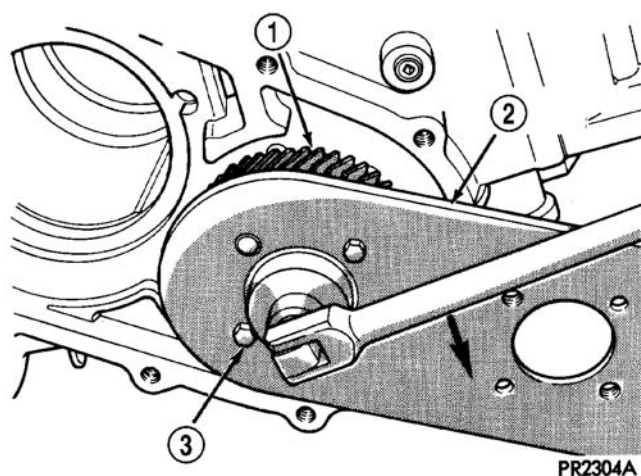

图 260 紧固输出轴固定螺母
(9) 将固定螺母拧紧至 $271\text{N} \cdot \text{m}$ (200ft. lbs.) 的扭矩 (图 260)。